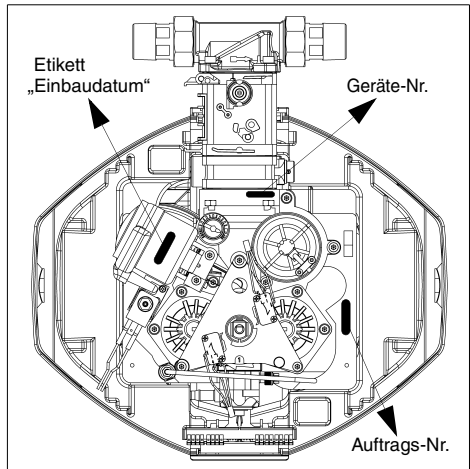

Abb. 4: Geräte- und Auftrags-Nr. sowie Etikett „Einbaudatum“
- Das Einbaudatum auf dem Etikett eintragen (siehe Abb. 4).